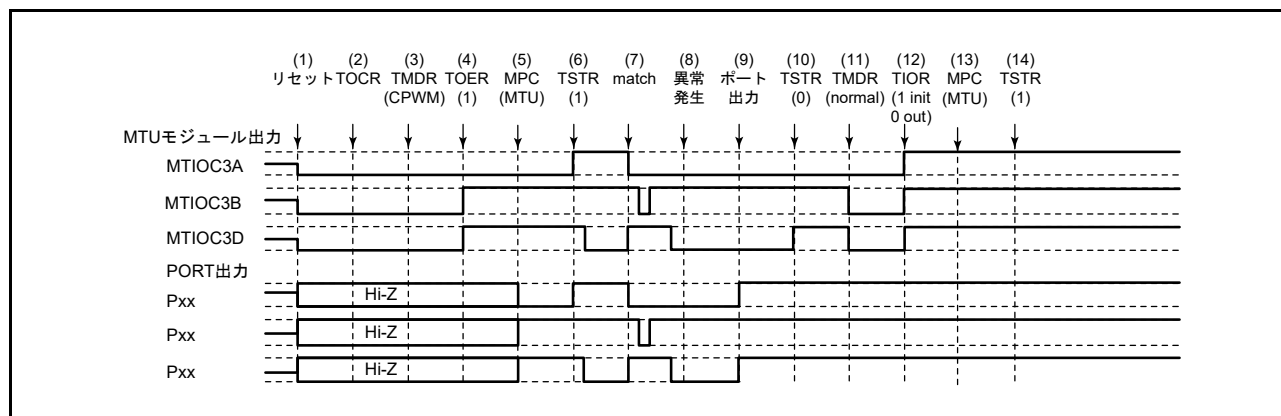

図 19.163 相補 PWM モードで異常が発生し、ノーマルモードで復帰する場合
相補 PWM モードで異常が発生し、再設定後ノーマルモードで再スタートする場合の説明図を図 19.163 に示します。
(1) ~ (10) は図 19.163 と共通です。
(11) PWM モード 1 を設定してください (MTU 出力は Low となります)。
(12) TIOR レジスタで端子を初期化してください (PWM モード 1 では MTIOCnB (MTIOCnD) 端子に波形が出力されません。出力すべきレベルがある場合は、I/O ポートのポート方向レジスタ (PDR)、ポート出力データレジスタ (PODR) で汎用出力ポートの設定をしてください)。
(13) MPC と I/O ポートのポートモードレジスタ (PMR) で MTU 出力としてください。
(14) TSTR レジスタで再スタートします。
(23) 相補 PWM モードで動作中に異常が発生し、相補 PWM モードで再スタートする場合の動作
(1) ～ (10) は図 19.163 と共通です。
(11) MPC と I/O ポートのポートモードレジスタ (PMR) で MTU 出力としてください。
(12) TSTRA レジスタで再スタートします。
(13) コンペアマッチの発生により相補 PWM 波形を出力します。
(24) 相補 PWM モードで動作中に異常が発生し、相補 PWM モードで新たに再スタートする場合の動作
(11) ノーマルモードを設定し新しい設定値を設定してください（MTU 出力は Low となります）。
(12) TOERA レジスタで MTU3、MTU4 の出力を禁止してください。
(13) TOCR1A、TOCR2A レジスタで相補 PWM モードの出力レベルと周期出力の許可 / 禁止を選択してください。
(14) 相補 PWM を設定します。
(15) TOERA レジスタで MTU3、MTU4 の出力を許可してください。
(16) MPC と I/O ポートのポートモードレジスタ（PMR）で MTU 出力としてください。
(17) TSTRA レジスタで再スタートします。
(25) 相補 PWM モードで動作中に異常が発生し、リセット同期 PWM モードで再スタートする場合の動作
(11) ノーマルモードを設定してください (MTU 出力は Low となります)。
(13) TOCR1A、TOCR2A レジスタでリセット同期 PWM モードの出力レベルと周期出力の許可 / 禁止を選択してください。
(14) リセット同期 PWM を設定します。
(16) MPC と I/O ポートのポートモードレジスタ (PMR) で MTU 出力としてください。
(26) リセット同期 PWM モードで動作中に異常が発生し、ノーマルモードで再スタートする場合の動作